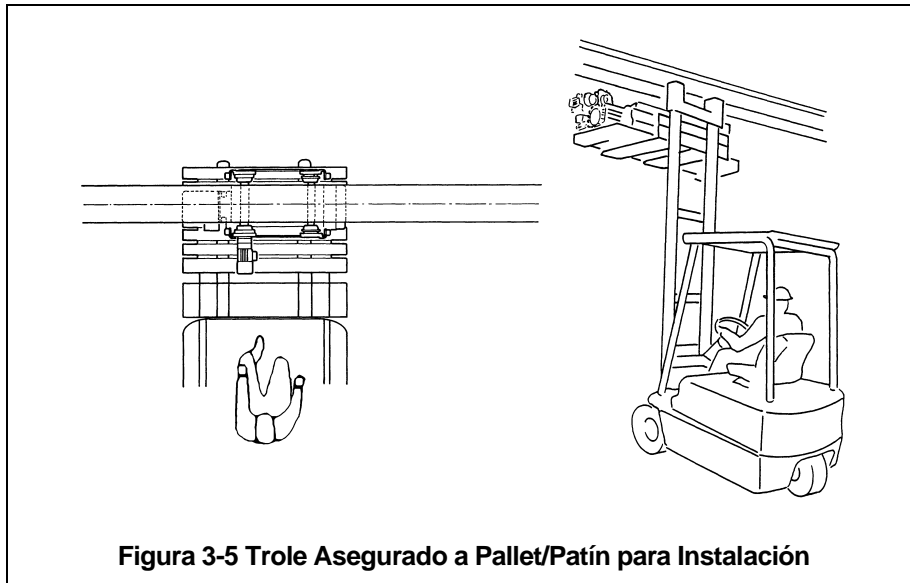

Figura 3-5 Trole Asegurado a Pallet/Patín para Instalación
⚠ ADVERTENCIA Cuando instale el polipasto con trole en una viga, SIEMPRE levante el polipasto a su posición con el trole ensamblado y firmemente sujeto a un pallet/patín. Levante el polipasto con trole con un montacargas, plataforma elevadora u otro medio similar. NUNCA use eslingas para levantar e instalar el polipasto con trole en la viga. Con un montacargas u otro medio adecuado, coloque el pallet/patín de modo que el eje horizontal de la viga sea paralelo al eje horizontal del polipasto con trole, como se muestra en la **Figura 3-5**.
- 2) Instale cualquier dispositivo adicional, si lo hubiera (cables de suministro de energía o botoneras, por ejemplo – consulte la **Sección 3.7**) en el polipasto con trole. Si el polipasto con trole no está asegurado a un pallet, colóquelo y asegúrelo a uno asegurándose de que el polipasto con trole esté completamente estable como se muestra en la **Figura 3-5**.